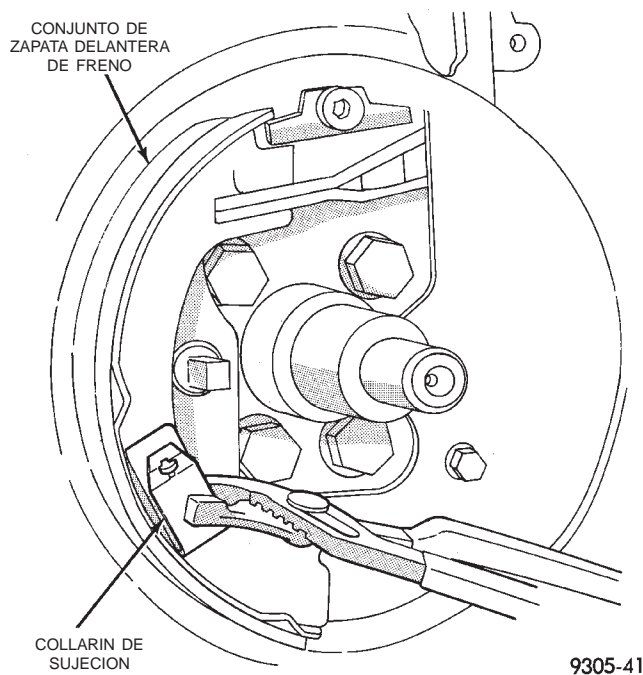

Fig. 164 Collarín de sujeción y zapata de freno delanteros
(11) Retire el collarín de sujeción de la zapata delantera de freno (Fig. 164). Luego retire el conjunto de la zapata delantera de freno.
(1) Instale la zapata delantera de freno y el collarín de sujeción (Fig. 164).